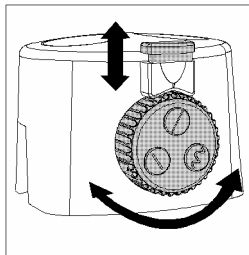

Bild 5
- 1 Ziehen Sie die Verriegelung am Schneidekopf nach oben (Bild 5).
- 2 Drehen Sie den Auswahlknopf, bis sich das Symbol des gewünschten Schnittbildes unterhalb der Verriegelung befindet (Bild 5).
- 3 Drücken Sie die Verriegelung am Schneidekopf nach unten (Bild 5).